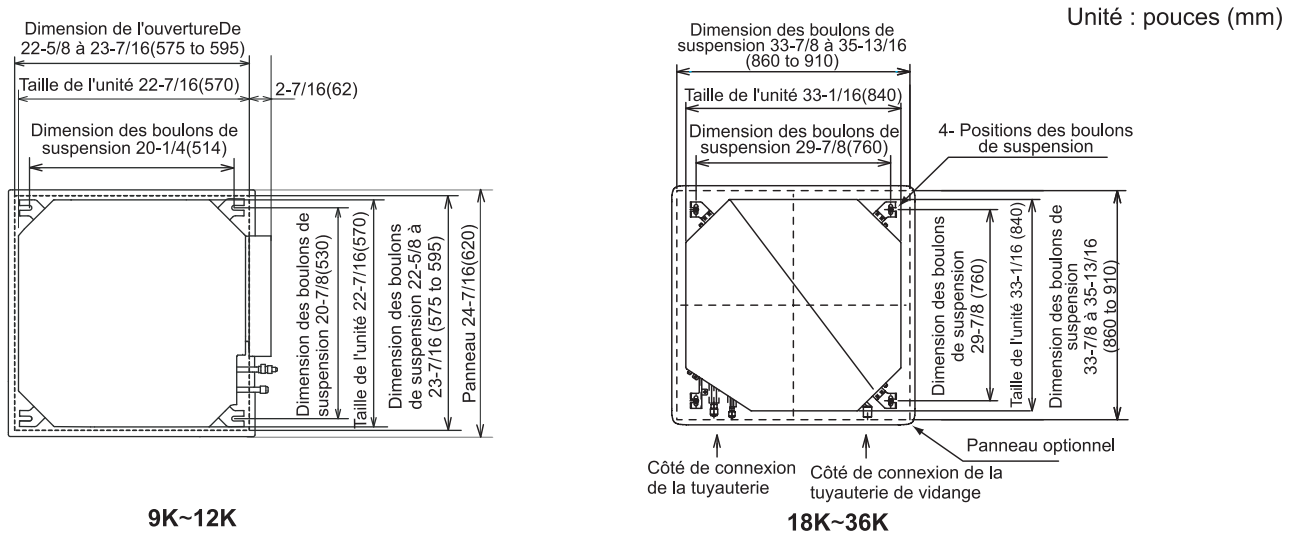

Fig.3.3 Ouverture des sous-plafonds et boulons de suspension
- (1) Déterminez l'emplacement final et la direction d'installation de l'unité intérieure en portant une attention particulière à l'espace pour la tuyauterie, le câblage et l'entretien. Le modèle du panneau pour l'installation est imprimé sur l'emballage. Coupez le modèle pour ouvrir le faux plafond et installer les boulons de suspension.
- (2) Découpez la zone de l'unité intérieure dans le faux-plafond et installez les boulons de suspension, comme indiqué sur la Fig. 3.3.